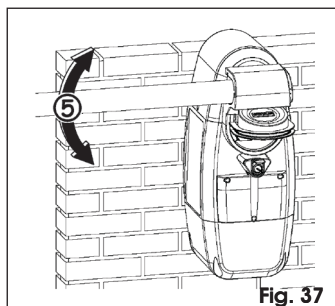

Fig. 37
3. Move the rod manually, Fig. 37.